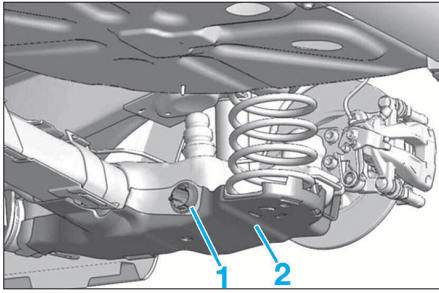
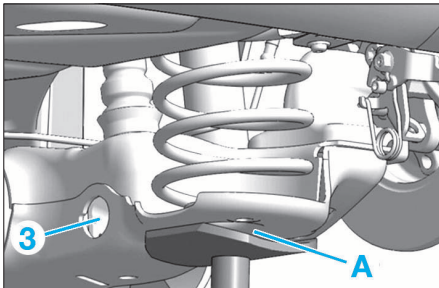

FIG. 42
FIG. 43
- Déposer le guide (1) (Fig.42).
- Déposer le cache de traverse AR (2)
- Positionner un outil de levage en "A" (Fig.43).
- Comprimer légèrement le ressort de suspension et déposer la vis (3).